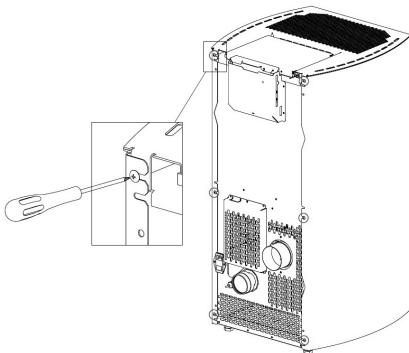

Fig. 56 - Χαλαρώστε τις βίδες
- Χαλαρώστε τις 6 μπροστινές βίδες (βλ. **Fig. 56**).